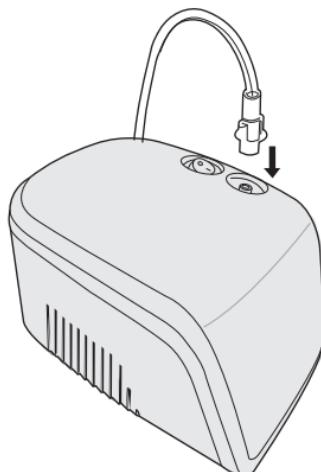

Fig. 1
1. Coloque la unidad del compresor en una superficie plana y estable, cerca del paciente y de un tomacorriente. Asegúrese de que los venteos de aire que se encuentran al costado del alojamiento de la unidad no estén bloqueados ni obstruidos y el interruptor de encendido está en la posición de apagado (O).
3. Conecte un extremo del tubo de aire al conector del tubo que se encuentra dentro del compartimiento para accesorios, Fig. 1. Encienda la unidad unos segundos para asegurarse de que funciona bien y verifique que salga aire por el tubo; después, apague la unidad.